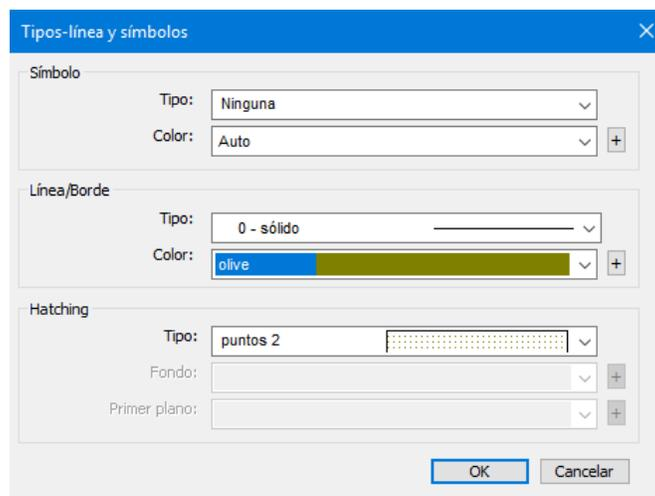

Figura 23-5: Tipos de Línea y Símbolos
9. De regreso al cuadro de *Visualización de Plantillas*, presione el botón *Tipos de Línea*, en la parte derecha, para abrir el cuadro *Tipos de Línea y Símbolos* (Figura 23-5).